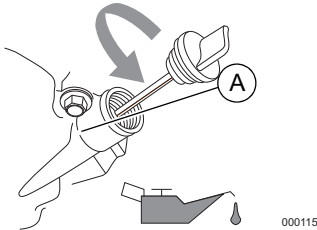

Figura 2-1. Retiro de la varilla del nivel
3. Consulte la Figura 2-1. Retire la tapa de llenado de aceite y limpie la varilla de nivel.